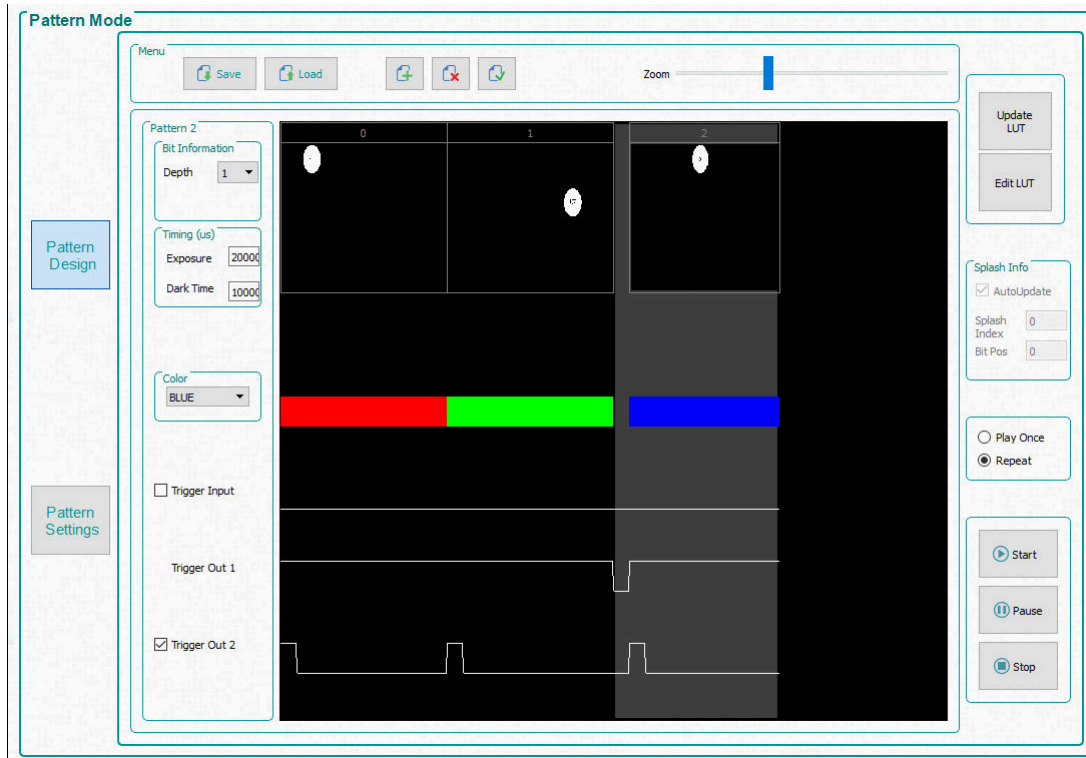

图 3-10. 三个图案序列
7. 选择第三个图案，并选择位深度为 1。将曝光时间设置为 200000 μ s，将暗时间设置为 100000 μ s，然后选择 **Blue** 颜色。图 3-10 展示了图案序列。**Zoom** 条可用于放大和缩小，这在面板中加载多个图案时很有用。